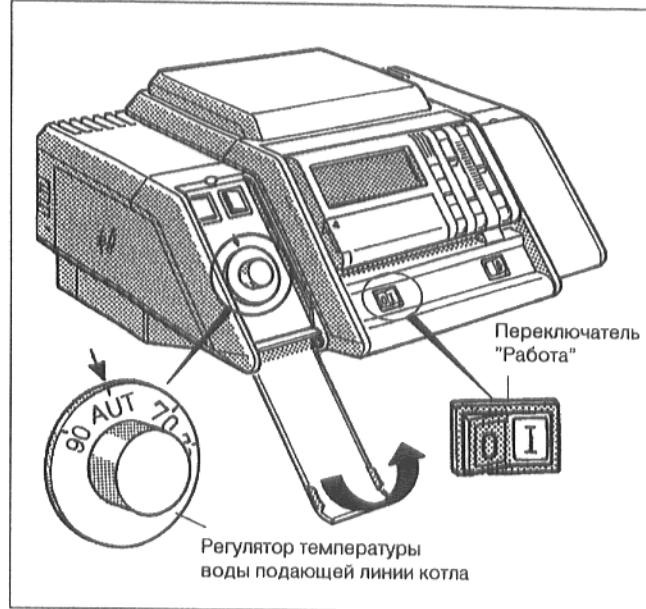
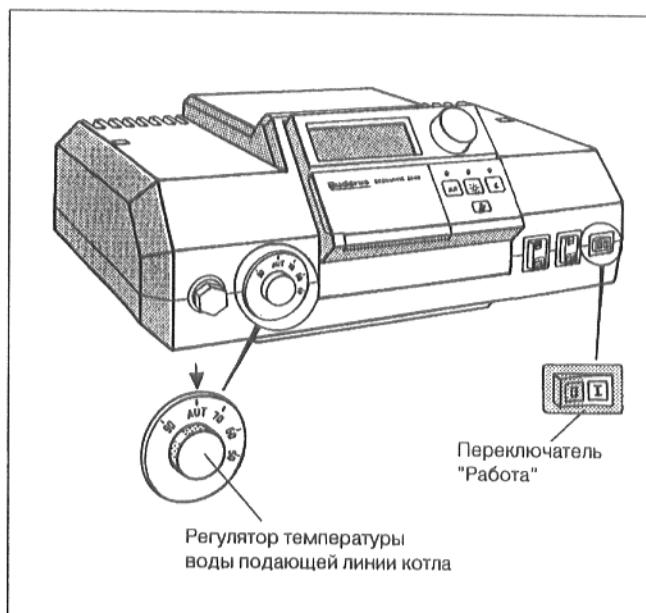

рис. 34
рис. 35
- Открыть крышку слева на устройстве регулирования, откинув ее вниз (рис. 34).
- Установить переключатель "Работа" в положение I (ВКЛ) (рис. 34 и рис. 35).
- Настроить регулятор температуры воды подающей линии котла для режима "Ecomatic" на "AUT". При работе в ручном режиме настроить регулятор температуры воды подающей линии котла на желаемую температуру воды подающей линии котла (рис. 34 и рис. 35).
- Закрыть левую крышку (рис. 34).
- Установить переключатель "Работа" (рис. 34 и рис. 35) в положение 0 (ВыКЛ).